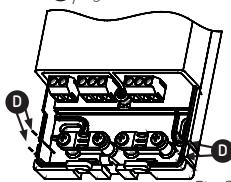

Fig. 3
- **Vanaf de zijkant** : gebruik een geschikte tang om de plastic tanden te verwijderen (D, fig. 3).